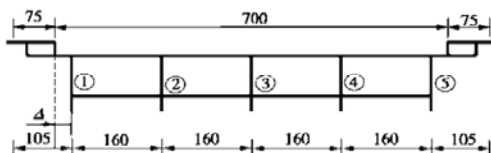

图 2.5.1 桥梁横断面图（尺寸单位：cm）
1. 如图 2.5.1 所示，桥面净空为净-7+2×0.75m 人行道的五梁式钢筋混凝土 T 梁桥，试求荷载位于支点处时 1 号梁相应于公路-II 级和人群荷载的横向分布系数。